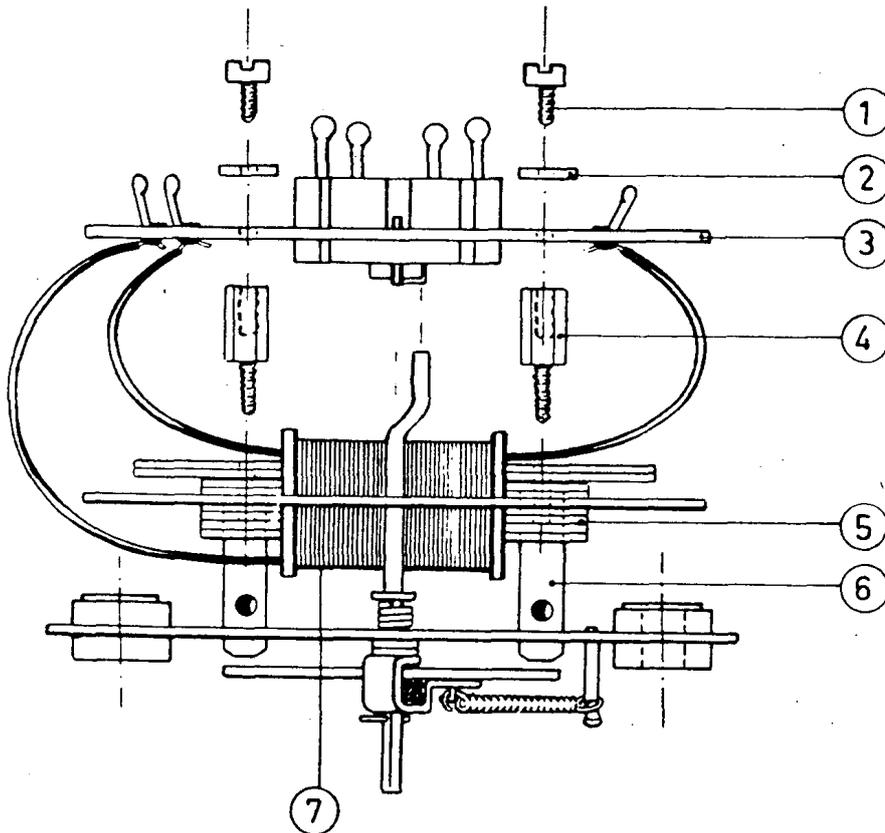

Fig. 2
**ÉCHANGE DE LA BOBINE DU MOTEUR D'HORLOGERIE (voir fig. 2) :**
- 3° Dévisser les 2 vis (1) maintenant la plaquette (3).
- 4° Dessouder les connexions de la bobine sur la plaquette (3) ;
- 5° Dévisser les 2 goujons (4) en tenant, à l'aide d'une tige, les ergots (6) ;
- 6° Écarter les plaquettes du noyau (5) de la bobine ;
- 7° La bobine (7) peut être retirée facilement.